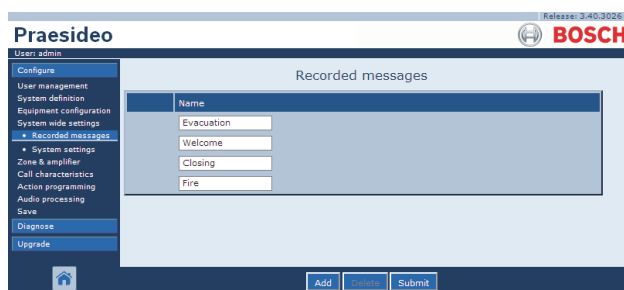

figure 45.6 : Annulation de la consignation d'un message, étape 1
- 1 Allez à *Configure > System wide settings > Recorded messages* pour ouvrir la page *Recorded messages*. Un écran semblable à celui de la figure 45.6 s'affiche dans le cadre principal de l'interface Web.